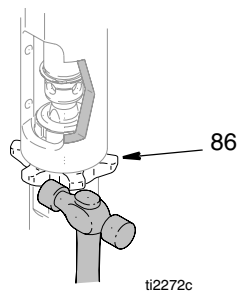

FIG. 9
5. (Fig. 9). Loosen jam nut (86). Unscrew pump (111).